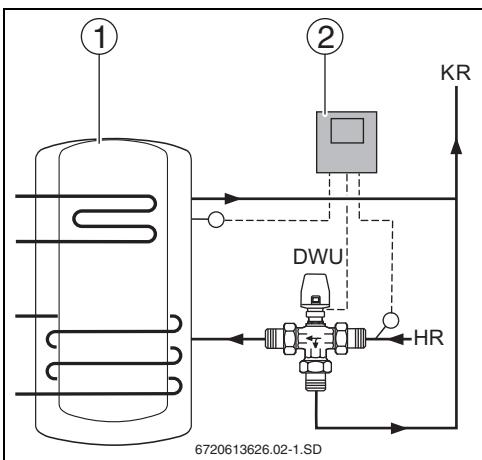

Fig. 35 Aumento da temperatura de retorno
- Instalar a válvula de 3 vias no tubo de retorno entre o termoacumulador intermédio ou termoacumulador combinado (→ Fig. 35, pos. 1) e a caldeira de aquecimento, conforme a seguinte tabela.